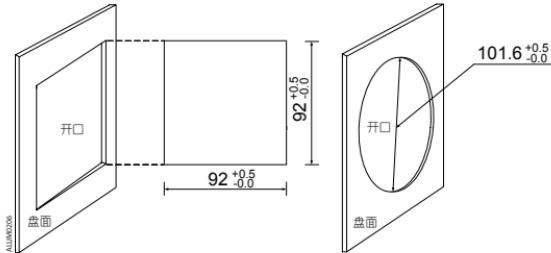

图 2-5 开口尺寸
1、首先，在欲安装仪表的盘面开DIN或者ANSI标准的安装孔，尺寸见图2-5。单位(mm)